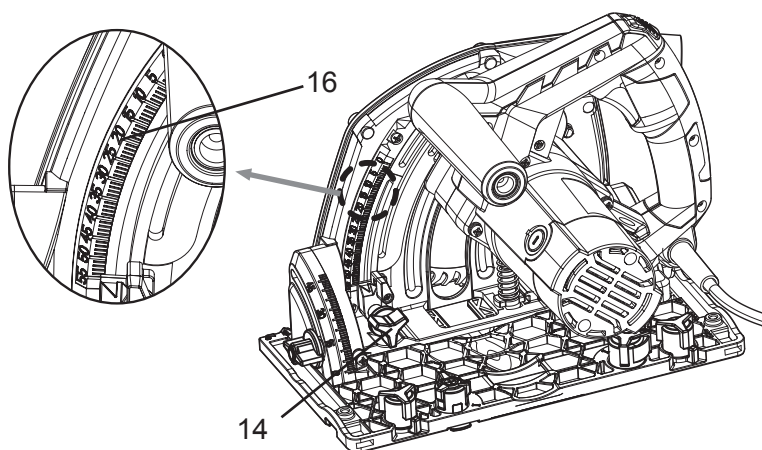

Fig. 3
1. Desaperte o manípulo regulador de profundidade (14) e desloque-o até à profundidade de corte desejada, tendo como referência a escala de profundidade (16). (Ver Fig. 3)